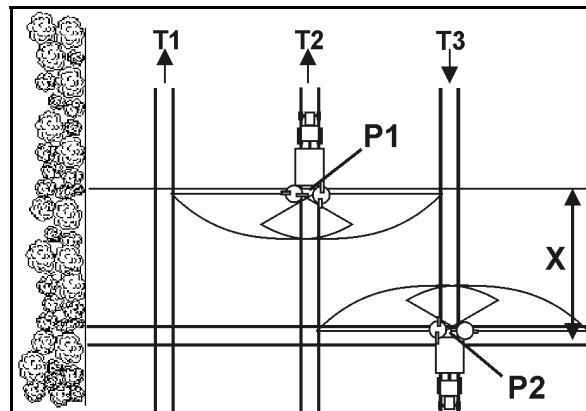

图 77
- 如果撒播盘距田边地车道的距离为  $X$ ，驶入车道 P1 点 (图 77) 时滑门打开。
- 如果撒播盘位于田边地第一车道的高度，驶离车道 P2 点 (图 77) 时关闭滑门。